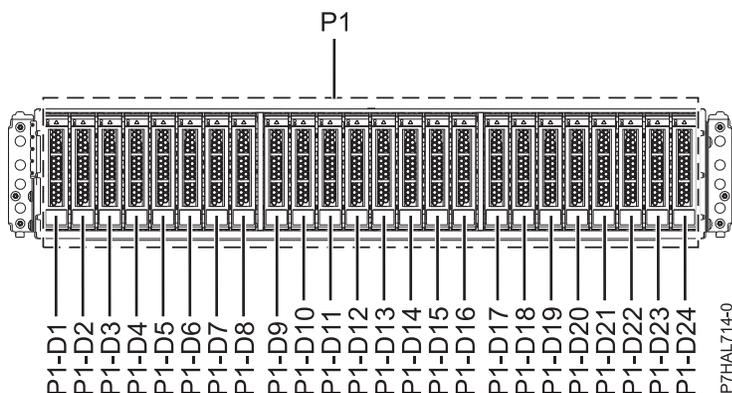
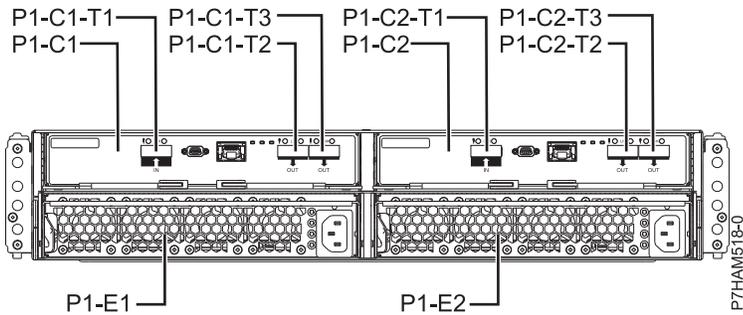

Figura 9. Vista frontal del Alojamiento de unidad de disco 5887 que muestra las ubicaciones de las unidades de disco.
Figura 10. Vista posterior del Alojamiento de unidad de disco 5887
1. Identifique la pieza y el alojamiento a los que desea aplicar el servicio. Las ranuras de unidad de disco y SSD están ubicados en la parte frontal del alojamiento. La Figura 9 y la Figura 10 en la página 12 muestran la vista frontal y la vista posterior del alojamiento y las ubicaciones de las unidades de disco en el alojamiento.